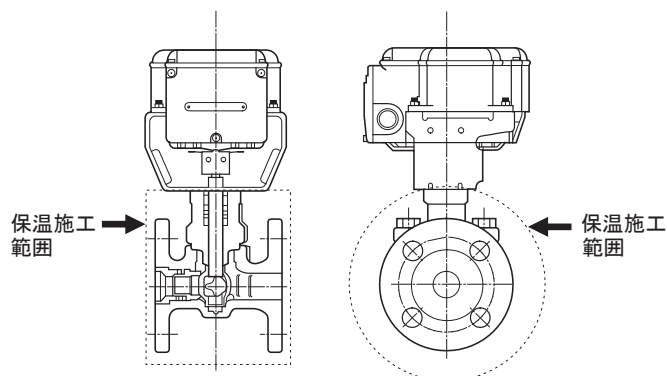

図7 保温施工
- 保温施工は、『図7』の [ ] の範囲内で処理してください。